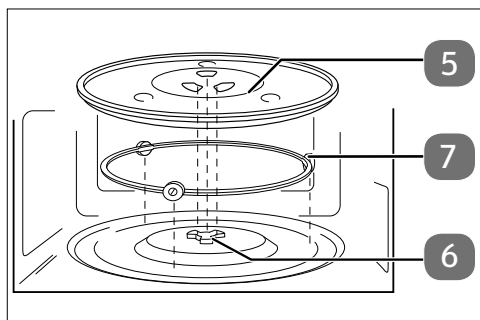

Abbildung 4
- ▶ Nehmen Sie die Mikrowelle nicht ohne ordnungsgemäß eingesetzten Glas-Drehteller (5) in Betrieb.
- ▶ Überprüfen Sie, dass die Antriebswelle (6) korrekt in der Aussparung im Garraumboden steckt und mit ihren Flügeln plan auf dem Boden aufliegt. Drehen Sie ggf. die Welle, bis sie in ihre korrekte Position herabsinkt.
- ▶ Setzen Sie den Rollenring (7) in die Vertiefung im Garraum und legen Sie dann den Glas-Drehteller (5) mittig auf die Antriebswelle (6) (siehe **Abb. 4**), so dass die Stege des Glas-Drehtellers (5) zwischen den Flügeln der Antriebswelle liegen.